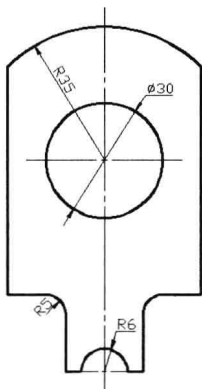

图 7-3-8
- (1) 在“注释”面板中单击“半径”按钮，或者选择菜单命令“标注/半径”。
- (2) 命令行提示“选择圆弧或圆”，单击圆弧、圆或多段线弧线段。
- (3) 命令行提示“指定尺寸线位置或 [多行文字(M)/文字(T)/角度(A)]”，拉出标注并在适当的位置单击。
- (4) 在“注释”面板中单击“直径”按钮，或者选择菜单命令“标注/直径”。
- (5) 命令行提示“选择圆弧或圆”，单击圆弧或圆。
- (6) 命令行提示“指定尺寸线位置或[多行文字 (M) / 文字 (T) / 角度 (A)]”，拖出标注并在适当的位置单击，标注效果如图 7-3-8 所示。